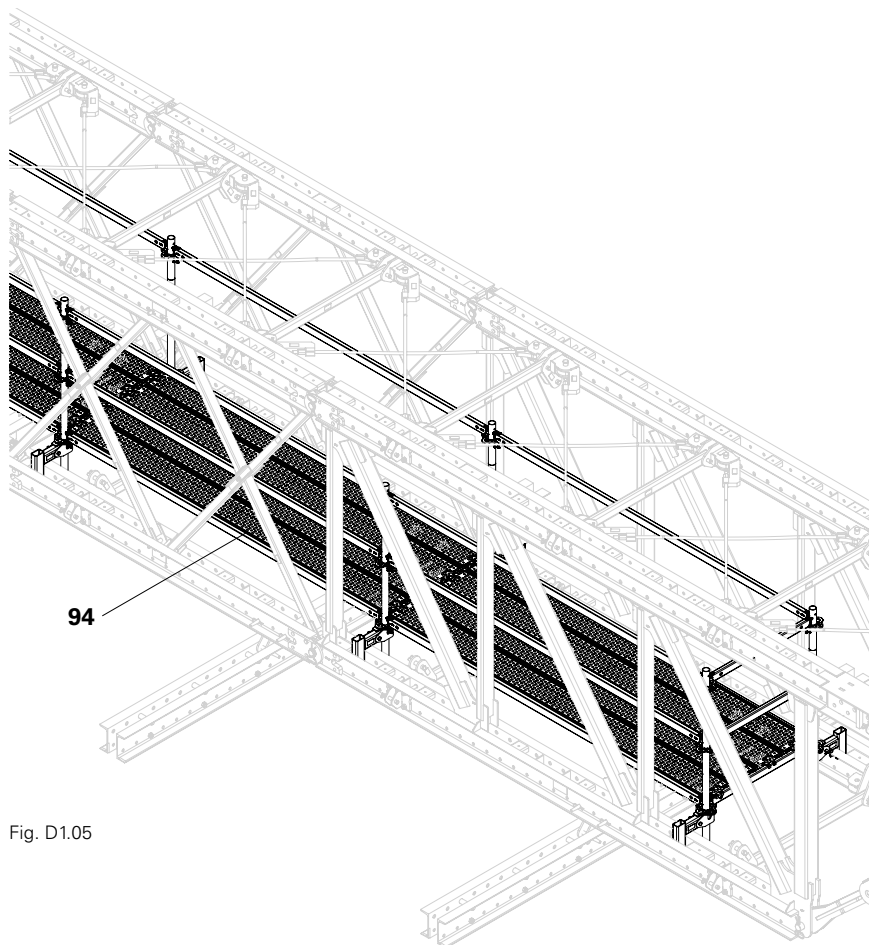

Fig. D1.05
3. Agganciare i correnti orizzontali (92) nelle rosette su entrambi i lati. Il corrente orizzontale (92) è in verticale rispetto al kit di travi.
4. Posare quattro impalcati in acciaio (94) nella campata.
5. Agganciare gli altri correnti orizzontali (92) e (93) come parapetti nelle rosette dei montanti di testa.
- (Fig. D1.05)